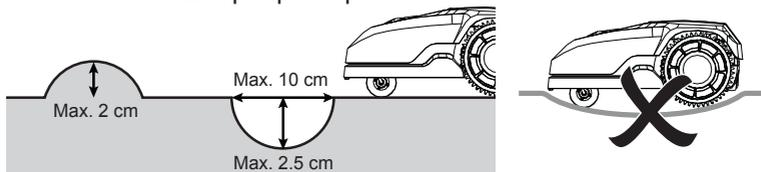

Fig. 9
- > En cas de bosses importantes (supérieures à 2 cm, inférieures à 10 cm) ou de creux importants (d'une largeur supérieure à 10 cm et d'une profondeur supérieure à 2,5 cm), vérifiez si les lames toucheront le sol ou si la tondeuse risque d'être bloquée (Fig. 9). Dans ce cas, soit diminuez la pente ou excluez ces zones avec le câble périphérique.